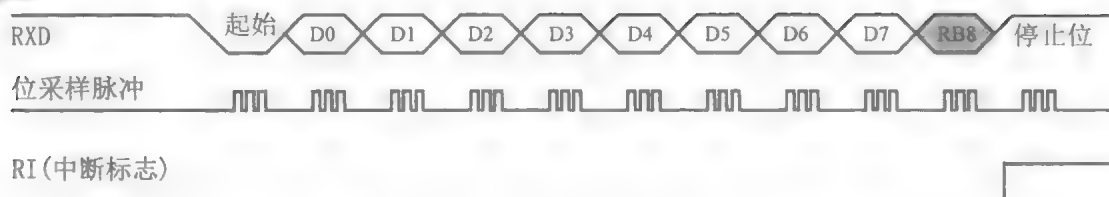

图 11.21 方式 2 或方式 3 接收
- 接收时，如图 11.21 所示。数据从右边移入输入移位寄存器，在起始位 0 移到最左边时，控制电路进行最后一次移位。当 RI=0 且 SM2=0（或接收到的第 9 位数据为 1）时，接收到的数据装入接收缓冲器 SBUF 和 RB8（接收数据的第 9 位），置 RI=1，向 CPU 请求中断。如果条件不满足，则数据丢失，且不置位 RI，继续搜索 RXD 引脚的负跳变。